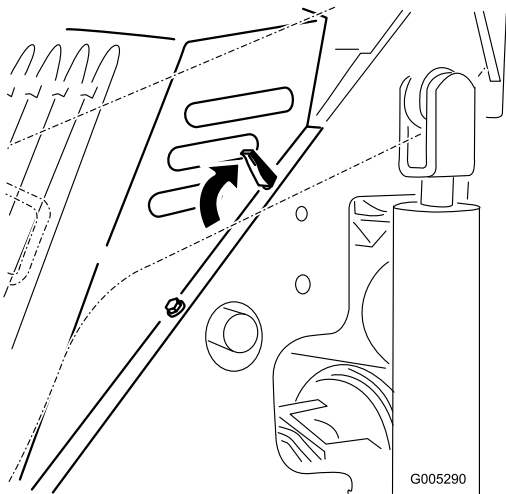

Figure 16
3. Desserrez les quatre languettes de blocage (Figure 16, languette supérieure gauche illustrée).
1. Placez le capot sur le châssis du groupe de déplacement et engagez les languettes de blocage dans les trous du châssis (Figure 16).
2. Fixez le capot en place en poussant les languettes vers l'avant et vers le bas (Figure 16)